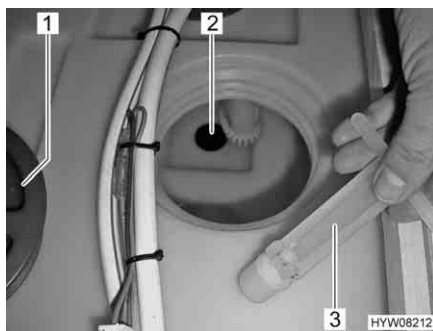

Fig. 88 Serbatoio dell'acqua
- Svitare il coperchio (Fig. 88,1) del serbatoio dell'acqua.
- Estrarre il tappo di chiusura (Fig. 88,3) dall'apertura di scarico (Fig. 88,2). L'acqua fuoriesce.